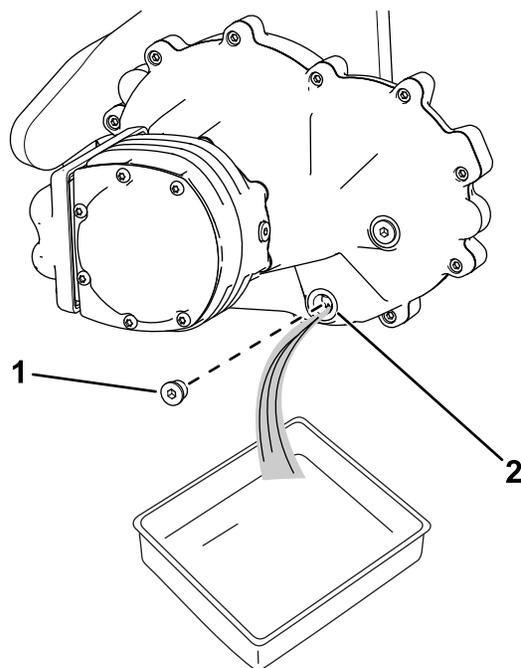

Рисунок 11
1. Подставьте сливной поддон под мотор-колесо в сборе (Рисунок 11).
2. Снимите пробку сливного отверстия (Рисунок 11).
5. Заверните пробку в сливное отверстие (Рисунок 11).